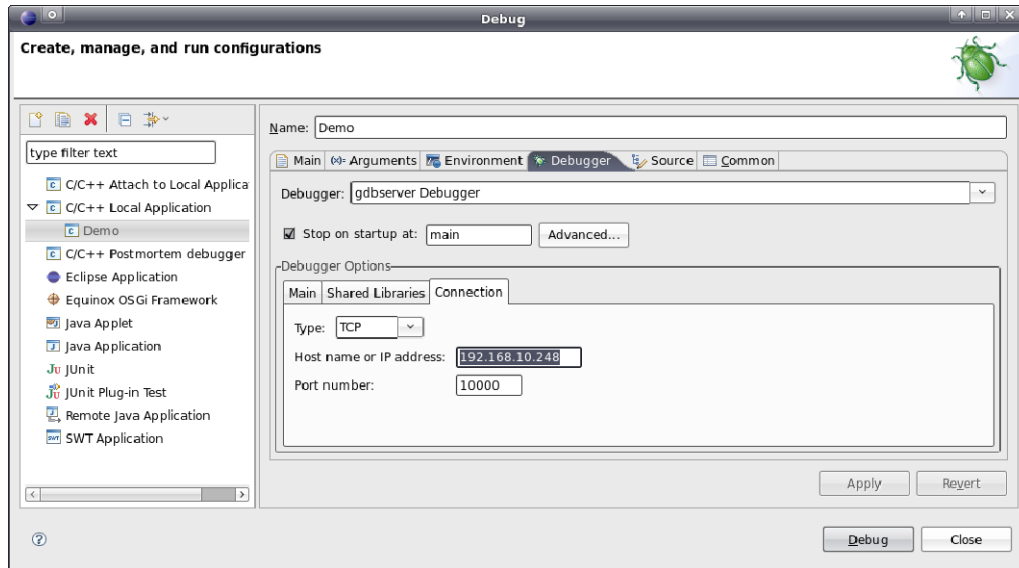

Bild 56: Konfiguration der Verbindung zum Target
Dabei ist `"192.168.10.58"` die IP-Adresse des Linux-Entwicklungssystems (zur Ermittlung der IP-Adresse siehe Abschnitt 6.5). Die nach dem Doppelpunkt folgende Portnummer (hier: `"10000"`) ist frei wählbar, sie muss jedoch mit der nachfolgend im Punkt 2.3 innerhalb von Eclipse für die Target-Verbindung angegebenen Portnummer korrespondieren (auch siehe Bild 56).
2.3 Konfiguration der Verbindung zum Target (siehe Bild 56)
Die Konfiguration der Verbindung zum Target erfolgt ebenfalls im Tabsheet "Debugger". Dazu sind in der Sektion "Debugger Options" im Unter-Tabsheet "Connection" die entsprechenden Informationen einzutragen (siehe Bild 56). Im Feld "Host name or IP address" ist die im Abschnitt 5.4 festgelegte IP-Adresse für das ECUcore-5484 einzutragen (für das angegebene Beispiel: "192.168.10.248"). Im Feld "Port number" ist die beim Aufruf des Befehls "gdbserver" im Punkt 1.4 definierte Portnummer anzugeben (für das angegebene Beispiel: "10000").